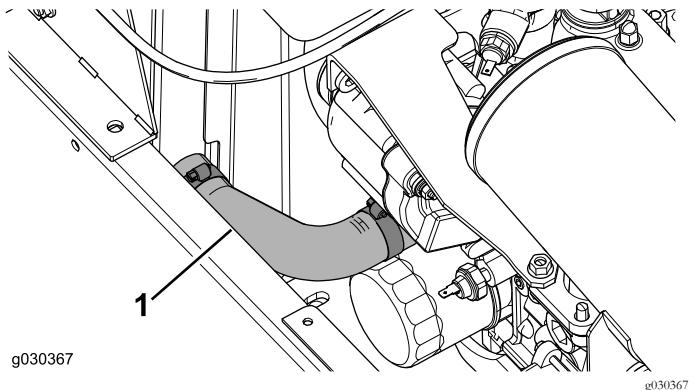

Figure 29
- Localisez et enlevez de la machine le flexible inférieur du radiateur (Figure 29).